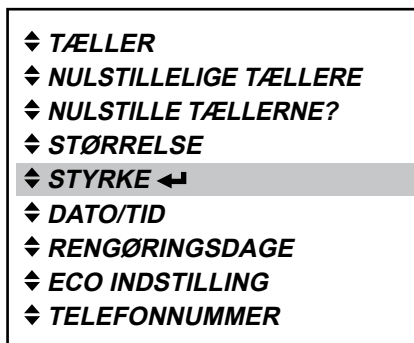

Fig. 36
1. Tryk på enter-knappen for at gå ind i «STYRKE»-menuen (fig. 36).